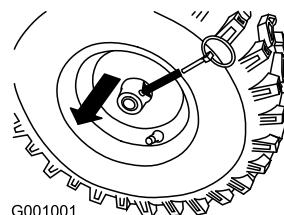

Figure 9
- Pour que la machine se propulse automatiquement, glissez les roues vers l'extérieur et insérez les goupilles des essieux dans les trous des moyeux et les trous intérieurs des essieux (Figure 9).